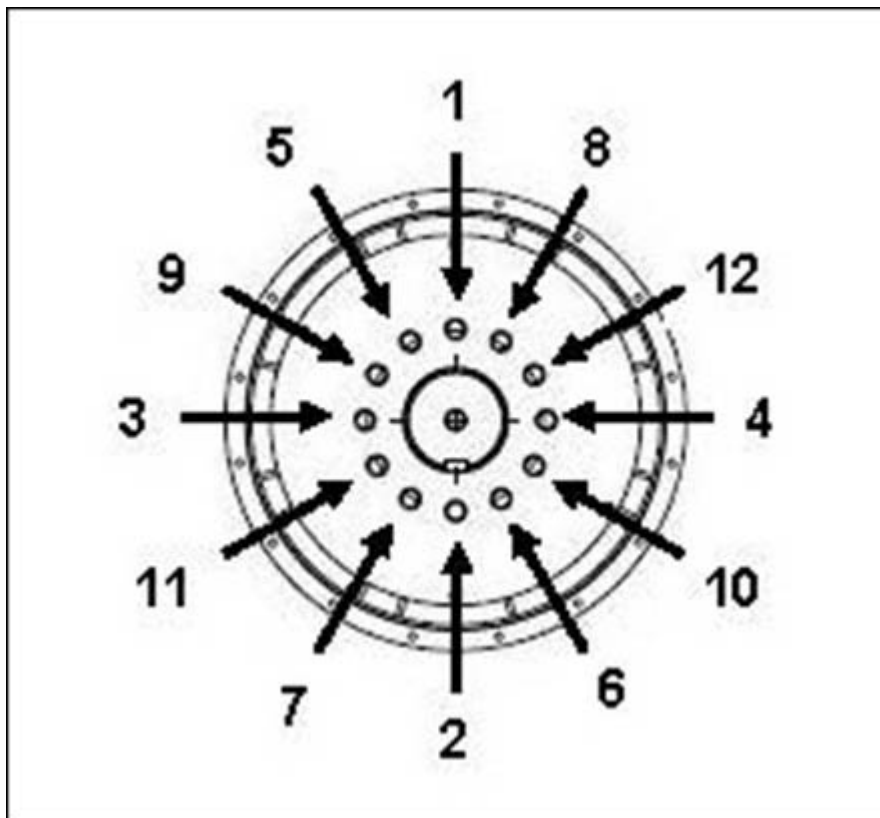

FIGURE 20. SÉQUENCE DE FIXATION AU MOYEU
4. Serrer les vis du disque d'accouplement, le cas échéant, dans l'ordre indiqué sous Figure 20 à la page 40.